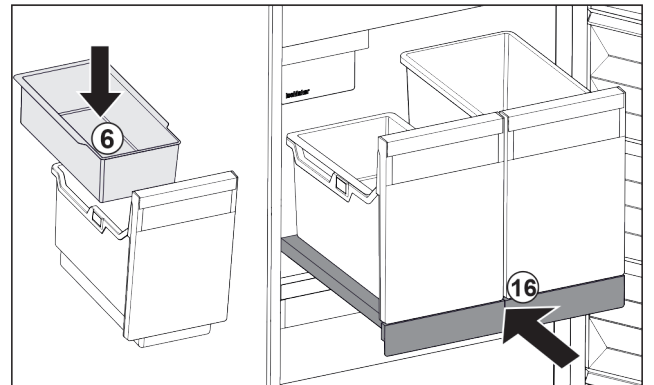

Fig. 176
- ▶ 安装冰块挂盘 Fig. 176 (6)。
- ▶ 将带有容器 (IceTower) 的拉出式搁板推入。 Fig. 176 (16)